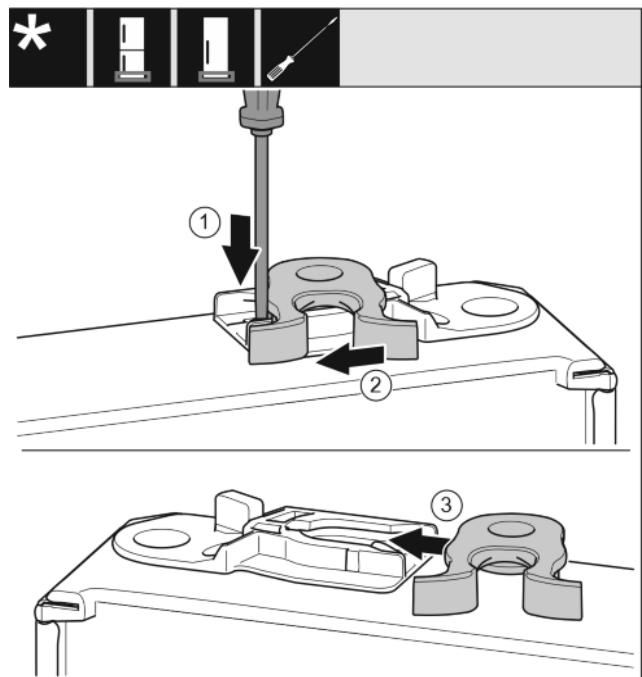

Fig. 16
- ▶ Plochým šroubovákem přitlačte lamelu dolů. Fig. 16 (1)
- ▶ Vytáhněte petlice z vedení. Fig. 16 (2)
- ▶ Petlici zasuňte do vedení na druhé straně. Fig. 16 (3)